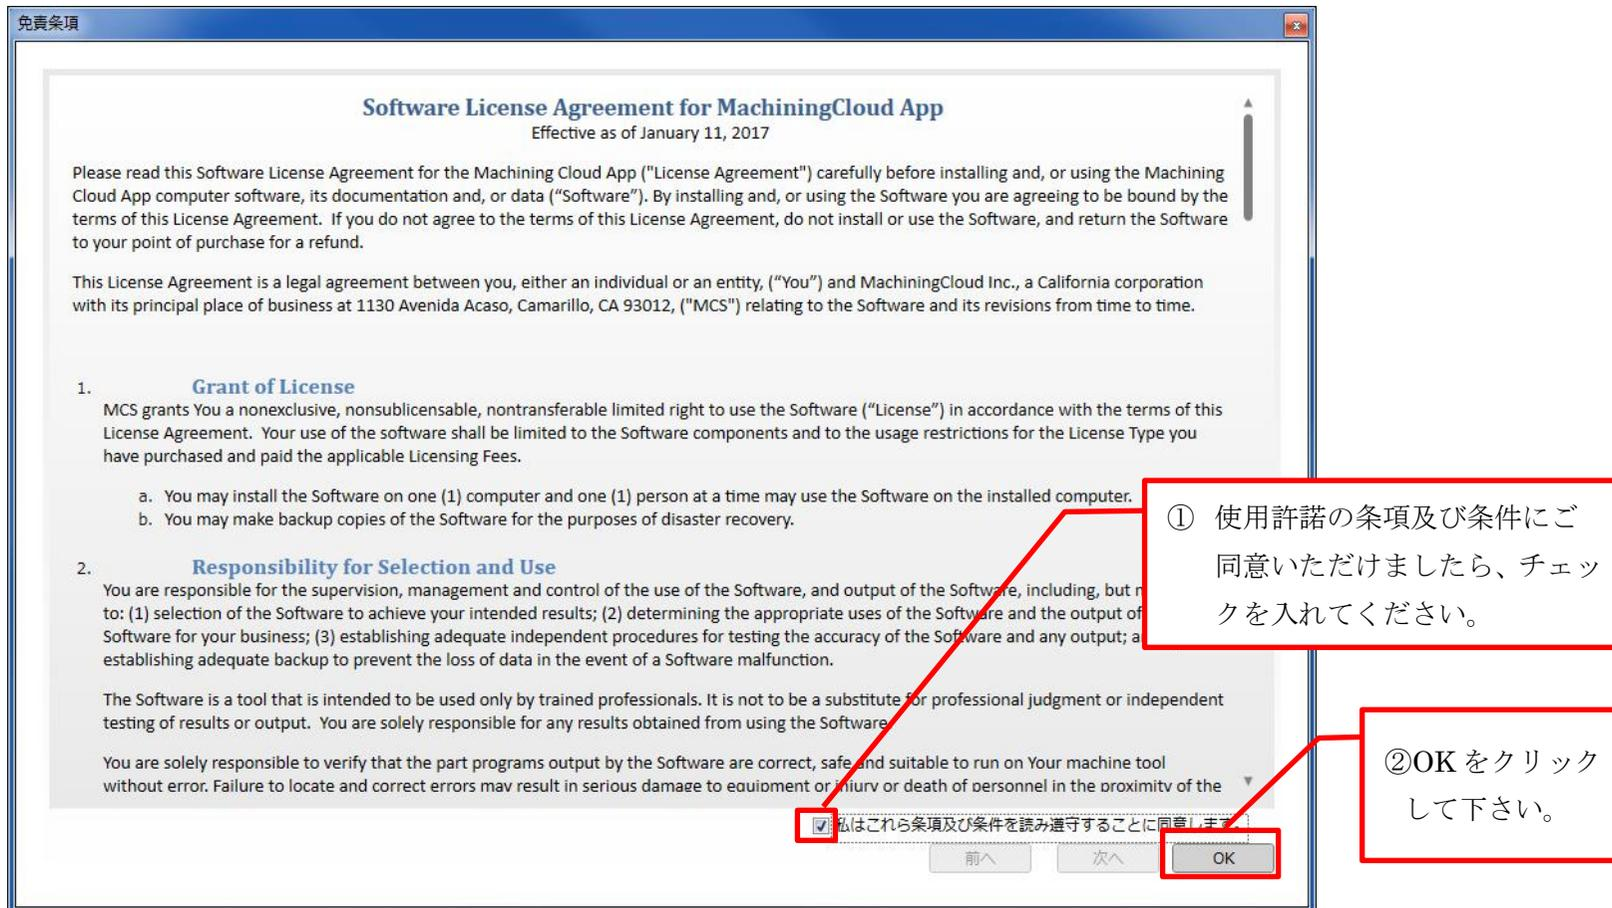

図 11 使用許諾の条項及び条件への同意を確認する画面
- (2) 初めて MachiningCloud 専用ソフトウェアを起動したときは、使用許諾の条項及び条件への同意を確認する別ウインド（図 11）が開きます。MachiningCloud の使用許諾説明書の条項にご同意いただけましたら、「私は使用許諾説明書の条項に同意します」にチェックを入れて、「OK」をクリックしてください。